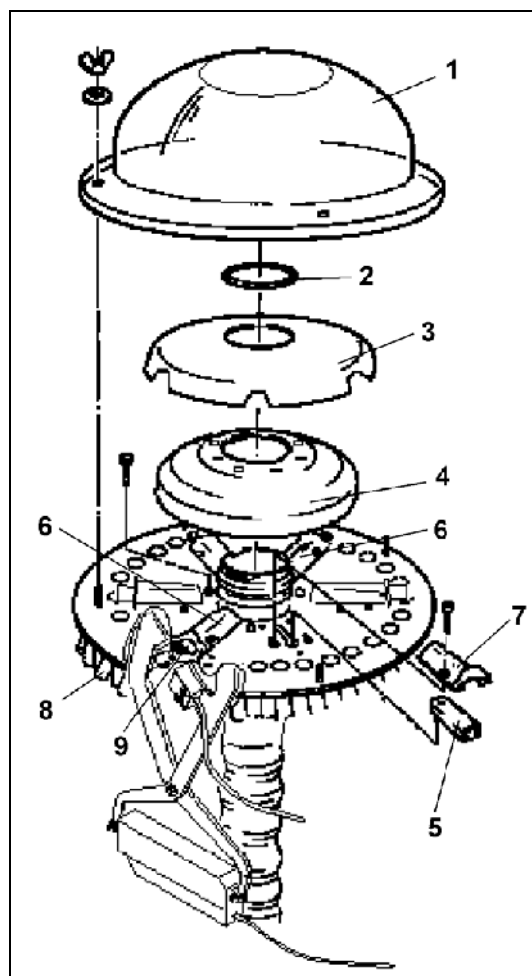

Fig. 70
La livrare, comutarea cărărilor tehnologice a utilajului este reglată pe ecartamentul tractorului Dvs. Dacă ar apărea necesitatea, de ex. prin achiziționarea unui nou tractor, să se regleze comutarea cărărilor tehnologice pe ecartamentul noului tractor, trebuie schimbate între ele conductele pentru semințe (Fig. 70/8) de pe capul de distribuție. La aceasta trebuie să se țină seama, ca brăzdarele pentru cărările tehnologice să fie fixate pe brațele în consolă, care pot fi închise prin intermediul vanelor glisante (Fig. 70/9).
- Capacul exterior al distribuitorului (Fig. 70/1)
- Inel O (Fig. 70/2)
- Se demontează capacul interior al distribuitorului (Fig. 70/3) și elementul din material spongios (Fig. 70/4).
- Se pot monta până la 6 vane glisante. Ar trebui montate câte două vane glisante (Fig. 70/6) față în față pe placa de bază. Pentru montarea resp. demontarea unei vane glisante (Fig. 70/5) trebuie îndepărtată carcasa vanei glisante (Fig. 70/7).
Vanele glisante neutilizate (Fig. 70/5) se introduc simplu invers în alezaje (poziția de parcare).